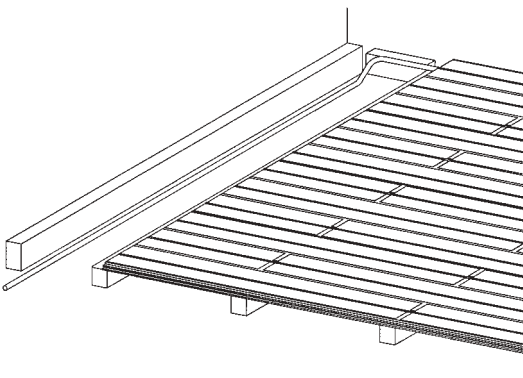

Fig 9
13. Börja med att montera slingans ena ände i golvvärme fördelaren, dra sedan golvvärmeröret ut till slingfältets början. För att inte golvytan vid vändskivorna skall bli kall bör man lägga golvvärmeröret i vändskivans plåtförsedda spår. Det gör att man måste dra fram matarledning till slingfältets början innan man kan montera resterande vändskivor (se fig 9).